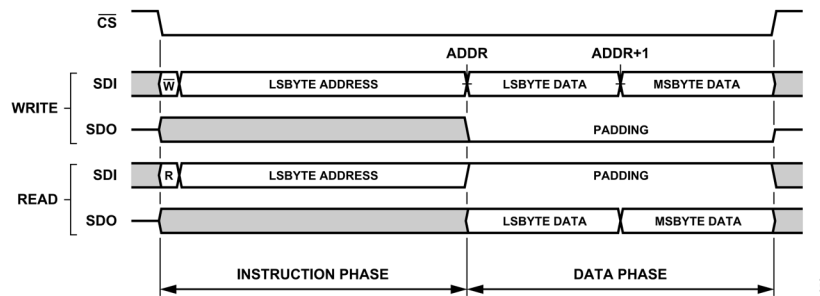

図 65. 単一命令フォーマット、ADDR_ASCENSION = 1 (インクリメント)、STRICT_REGISTER_ACCESS = 1 (イネーブル)
この概念を拡張すると、STRICT_REGISTER_ACCESS = 1 の場合、データ転送の最初のエンティティとしてマルチバイト・レジスタにアクセスする SPI フレームは、命令ワードの開始アドレスを ADDR_ASCENSION 選択に対応するように正しく設定する必要があります。アドレス・カウンタが自動的にデクリメントする場合 (ADDR_ASCENSION = 0) は、そのマルチバイト・レジスタの最下位バイトのレジスタ・アドレスを先頭アドレスとし、逆に自動的にインクリメントする場合は、最上位バイトのレジスタ・アドレスを先頭アドレスとします。ADDR_ASCENSION が自動アドレス・デクリメント (0) から自動インクリメント (1) に変更された結果、図 61 と図 62 は、図 64 と図 65 に示すように変更され、データ・フェーズ・バイト順序および命令フェーズ・マルチバイト・レジスタ開始アドレスの変更に対応します。